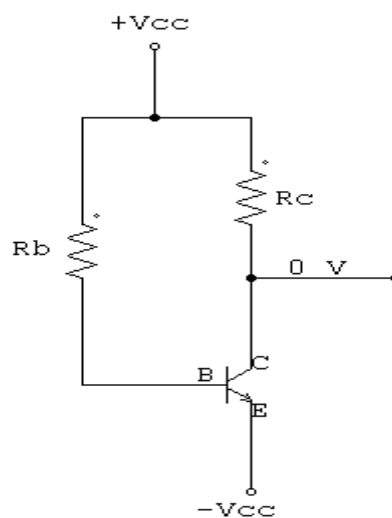

Figura 2.20
1. Monta el circuito de la Figura 2.20 y calcula el punto de trabajo.